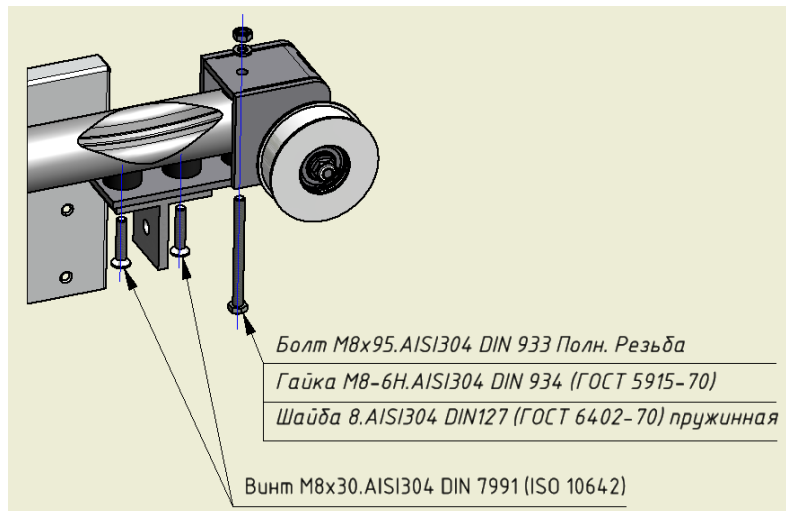

Рис.4
- 2.7. Установить ведомую станцию и уголок крепления верхнего упора-ограничителя на верхнюю направляющую (Рис.4) при помощи указанного крепежа.